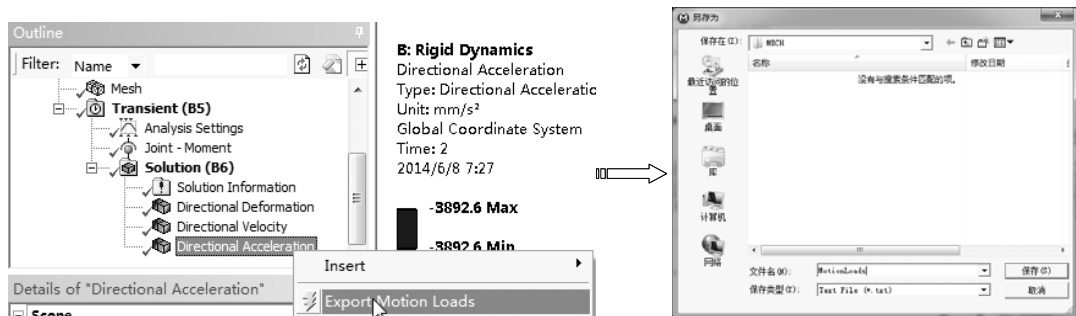

图 10-60 保存结果
2) 在【Outline (分析树)】中选择【Solution (B6)】节点下的【Directional Acceleration】项，单击鼠标右键，在弹出的快捷菜单中选择【Export Motion Loads】命令，弹出【另存为】对话框。接受程序默认设置，单击【保存】按钮保存结果，如图 10-60 所示。